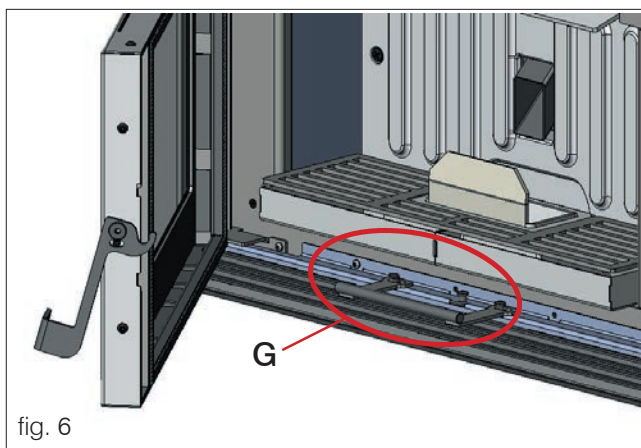
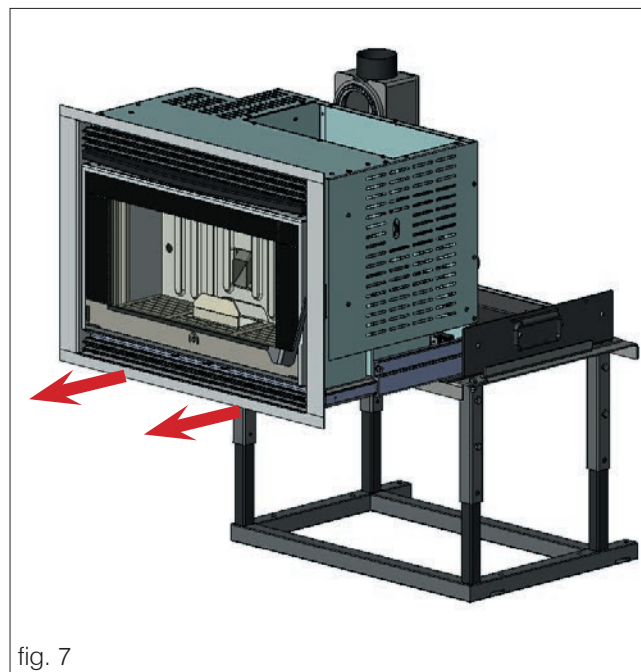

fig. 6
fig. 7
- Agganciare la maniglia in dotazione ai due perni fissati alla griglia inferiore (**G** - fig. 6) e tirare l'inserto verso di se fino a fine corsa (fig. 7).